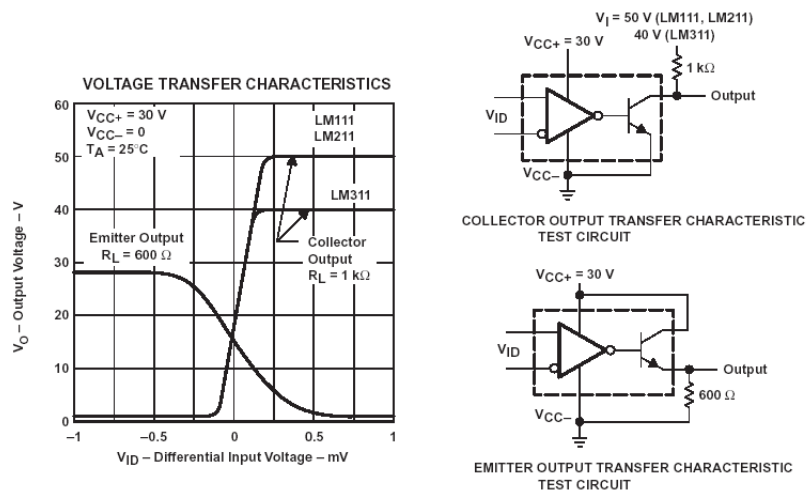

Figure 6: fonction de transfert du LM311
- La figure 6 donne la fonction de transfert du circuit selon la sortie utilisée. En déduire l'état du transistor selon le signe de la tension différentielle appliquée.